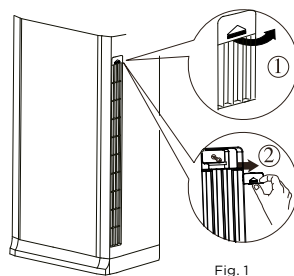

Fig. 1
Åbn skruehætterne i begge sider i henhold til anvisningen ① i Fig. 1. Afmonter skruerne i begge sider af luftindtagspanelet med en skruetrækker.